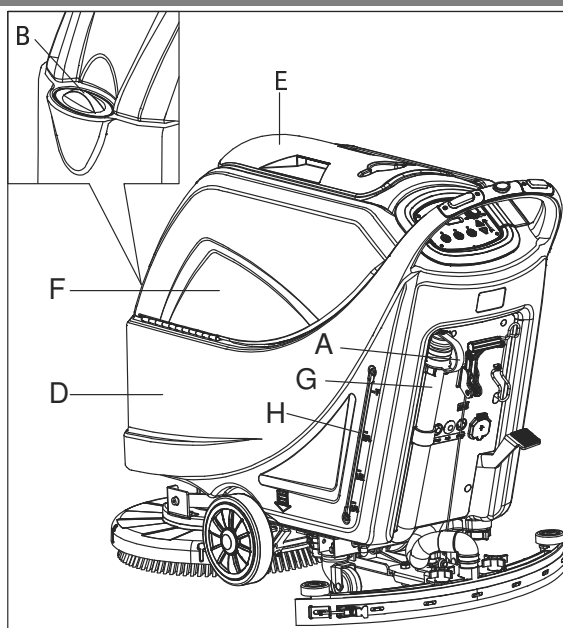

Figure 7
1. Ouvrir le couvercle d'entrée d'eau (B, Figure 7).
3. Ne pas trop remplir le réservoir, se reporter à l'indicateur de niveau d'eau (H) pour le volume d'eau.